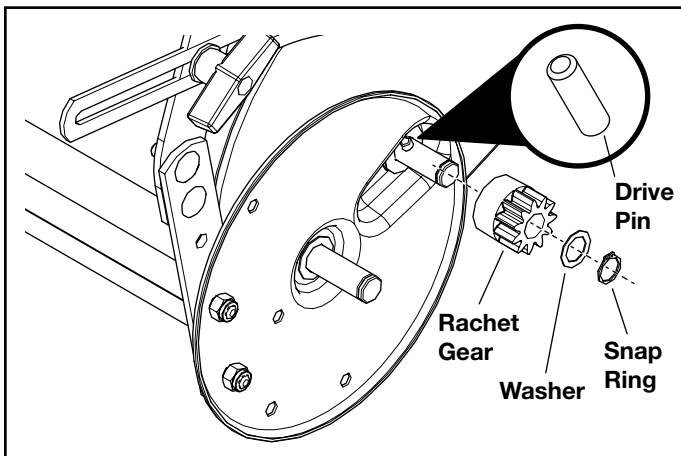

FIGURE 14
**IMPORTANT:** Do not remove both wheels at the same time to avoid mixing parts. (The R.H. and L.H. ratchet gears are not interchangeable.) Make notes on the position of washers and snap rings during disassembly. See Figure 14.
**D'ENTRAÎNEMENT IMPORTANT:** Ne retirez pas les deux roues en même temps, pour éviter le mélange des pièces. (Les encliquetage à rochet de TD et TG ne sont pas interchangeables). Prenez note de la position des rondelles et des bagues d'arrêt pendant le désassemblage. Voir la Figure 14. Ne retirez qu'une seule roue de la balayeuse. Retirez les anneaux de retenue et les rondelles qui maintiennent l'encliquetage à rochet sur la tige de la brosse. Retirez l'engrenage en le faisant glisser de la tige de la brosse. (La broche d'entraînement peut tomber de la tige de brosse, lorsque l'encliquetage à rochet est enlevé). Pour le remontage, insérez la broche d'entraînement dans le trou situé près de l'extrémité de la tige de la brosse. Assurez-vous que la broche glisse facilement d'avant en arrière dans l'arbre. Huilez légèrement la tige et remplissez d'huile l'encliquetage à rochet. Remontez l'encliquetage à rochet sur la tige. Huilez légèrement l'essieu et les dents d'engrenage de la roue, puis remontez la roue. Les brosses ne doivent tourner que pendant le mouvement vers l'avant. Si les brosses tournent à la fois en avant et en arrière, la broche d'entraînement se bloque dans l'encliquetage à rochet. Démontez, nettoyez et lubrifiez la broche d'entraînement et l'encliquetage à rochet, puis remontez la roue. Retirez l'autre roue et répétez les étapes 1 à 6.